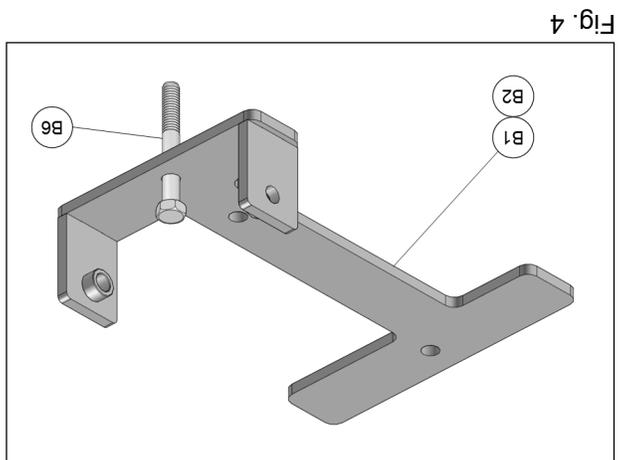

Fig. 4
4. Insérer le boulon M10x80mm (B6) fourni dans chacun des ancrages de suspension arrière (B1-B2), comme montré à la Fig. 4